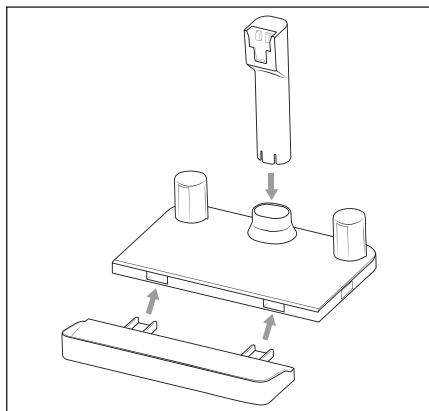

Fig. 4
- 1) Asamblați încărcătorul 15 și fixați suportul aparatului 17 de la încărcător 15 (a se vedea fig. 4).